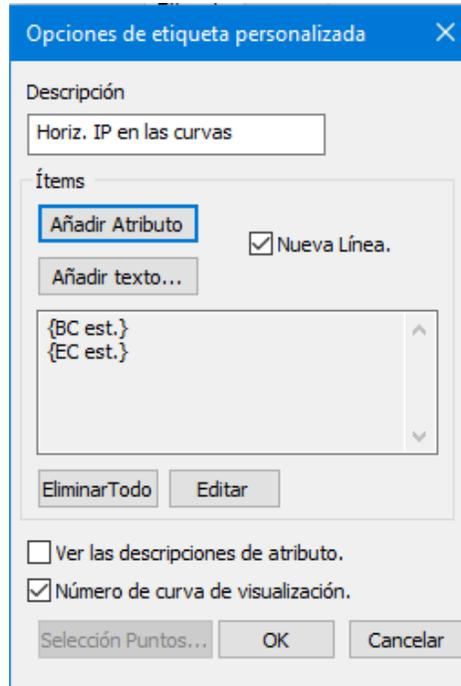

Figura 21-5: Mostrando Etiquetas de IPs en las Curvas
12. Haga clic en el botón en *Agregar Atributo* y agregue **BC Station** y **EC Station** como se muestra en la Figura 21-5.